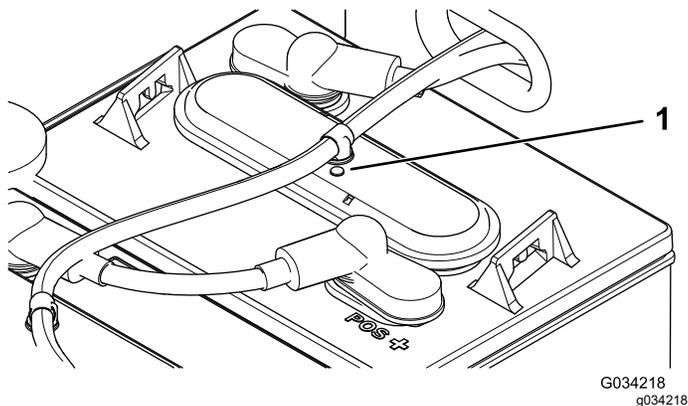

図 39
3. 各バッテリーのアイレットの色黒または白を調べる **図 39**。